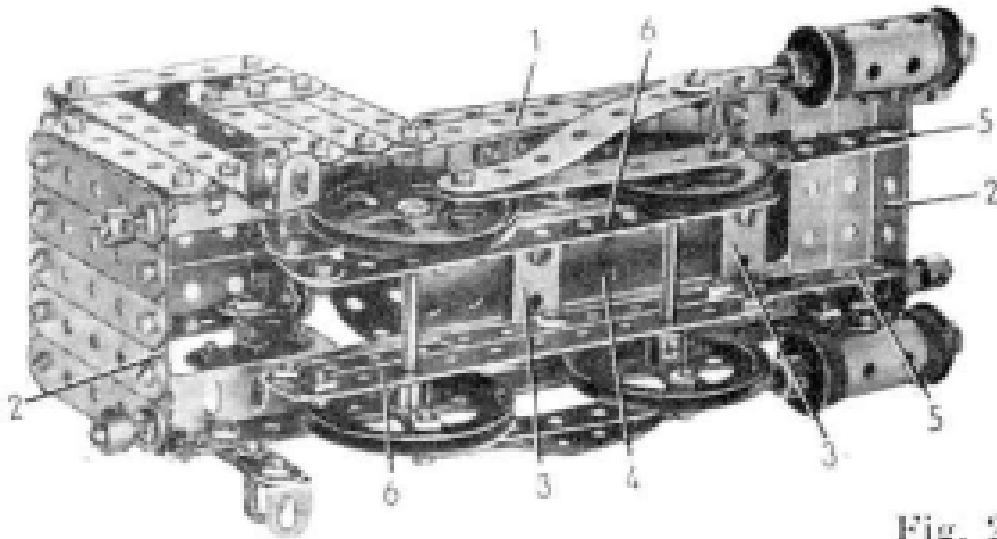

Fig. 2
Le châssis de la locomotive est formé de deux longerons (1). Chaque longeron est composé de deux cornières de 11 trous qui se recouvrent sur 5 trous. Les longerons (1) sont assemblés à leurs deux extrémités par des bandes coudées de 60×12 mm. (2). En outre, 4 bandes de 5 trous sont boulonnées au travers du châssis (fig. 2). Deux bandes coudées de 38×12 mm. (3) sont fixées sur deux des bandes de 5 trous par des
L'arrière de la locomotive est formé par cinq bandes de 5 trous (fig. 2). Ces bandes sont boulonnées sur la bande